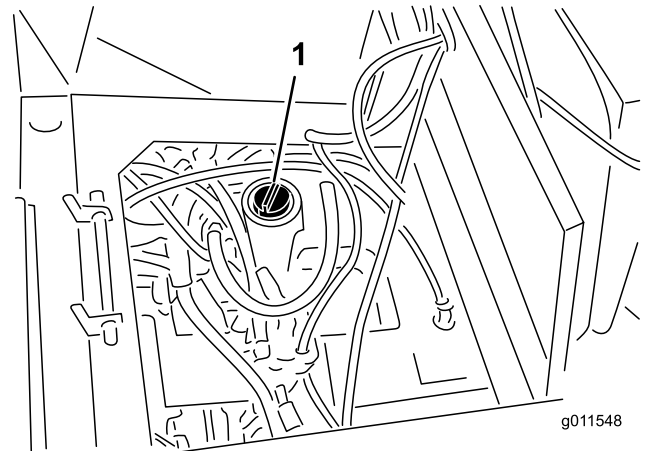

Figure 74
3. Remplissez le réservoir (Figure 74) d'environ 30 litres d'huile hydraulique (voir Contrôle du niveau de liquide hydraulique).